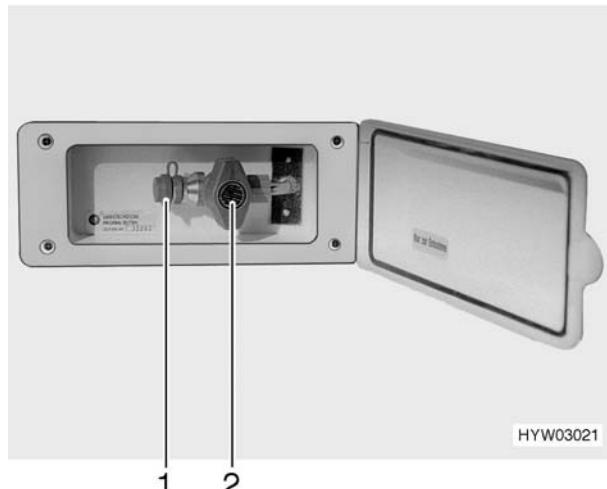

Fig. 61 Presa gas esterna, rubinetto chiuso
- Quando la presa gas esterna per il gas non viene utilizzata, chiudere sempre il rubinetto (Fig. 61,2).
- Accertarsi che dopo aver collegato l'impianto a gas e aver aperto il rubinetto non fuoriesca del gas dalla presa esterna (Fig. 61,1). Se la presa gas esterna perde, il gas si disperde nell'atmosfera. Chiudere immediatamente il rubinetto e la valvola principale di arresto della bombola del gas. Fare controllare la presa esterna del gas da un'officina autorizzata.
La presa gas esterna si trova (Fig. 61) sul lato anteriore destro vicino al vano portabombole.